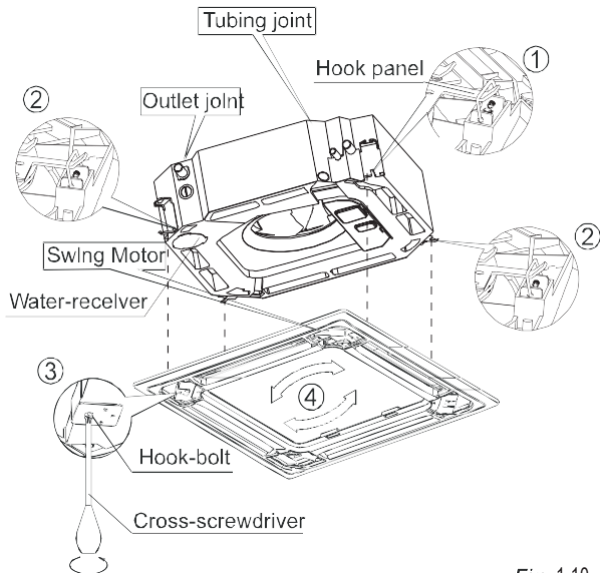

Fig. 1-10
- Justieren Sie den Schwenkmotor am Paneel richtig zu den Rohrverbindungsstellen des Grundgeräts. (siehe Abb.1-10)